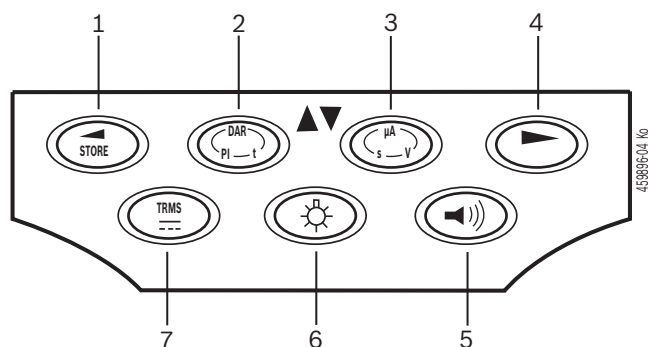

Rys. 2: Selektor/przyciski
- Ustawić selektor na <SETUP> (rys. 2, poz. 6).
- Naciskać przycisk <TEST> (rys. 2, poz. 1) przez ok. dwóch sekund.
- Nacisnąć przycisk <OK>, aby zapisać żądaną wartość (rys. 2, poz. 2).